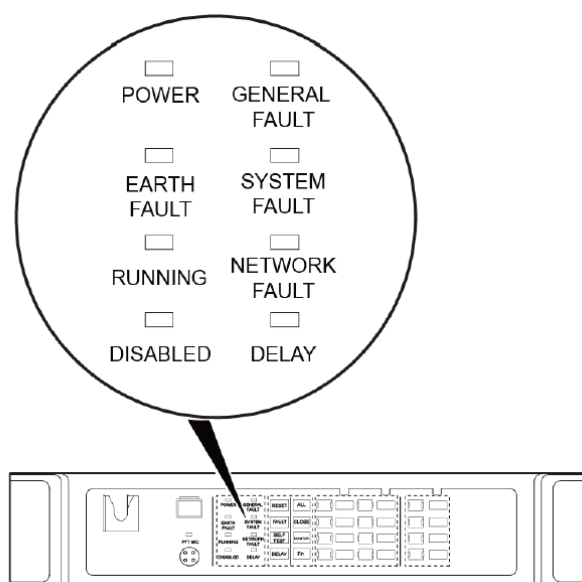

Figura 3 Diagrama esquemático de las luces indicadoras de estado especiales del ZS-2000M
- 4.- **Device state indicator lights:** la figura 3 muestra el diagrama esquemático de las luces indicadoras de estado del dispositivo ZS-2000M. Consulte la Tabla 2 para las descripciones pertinentes.